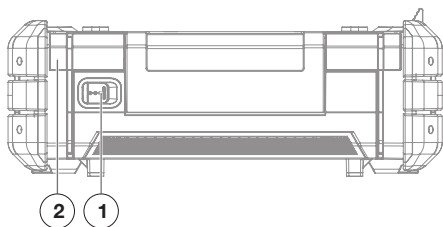

Figur 1. Sett forfra
1. Åpne det øvre kammeret og ta ut AC/DC-strømtransformatoren (se Figur 1 og Figur 3).